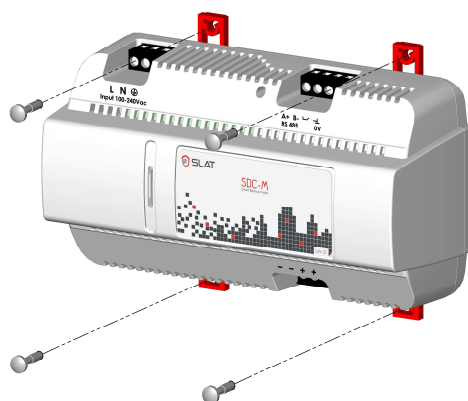

Figure 6.2: Montage sur platine
- a. Sortir les quatre clips de montage (parties rouges) en les poussant vers l'extérieur à l'aide d'un tournevis plat pour qu'ils soient dans la position montrée sur la Figure 6.2.
- b. Fixer le produit à l'aide de 4 vis tel qu'indiqué sur la Figure 6.2.